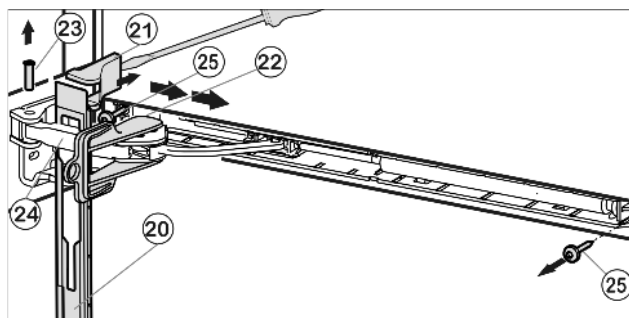

Fig. 10
- ▶ Spingere in avanti il pannello sopra la staffa ammortizzatrice Fig. 10 (24) in direzione dell'apparecchio.
- ▶ Innestare la protezione Fig. 10 (22) nell'asola.
- ▶ Sollevare la copertura Fig. 10 (21) con il cacciavite dal lato esterno e toglierla tirando verso l'esterno.
- ▶ Spingere fuori dal basso il perno Fig. 10 (23).
- ▶ Spingere la staffa ammortizzatrice verso la porta Fig. 10 (24).
- ▶ Togliere il pannello Fig. 10 (20).
- ▶ Svitare l'intera unità dell'ammortizzatore di chiusura (2 x Torx® 15) Fig. 10 (25).